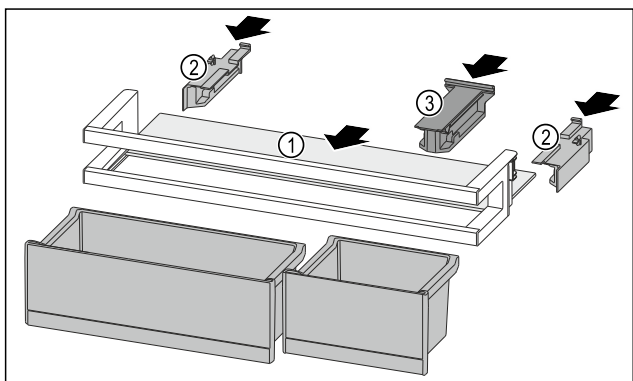

Fig. 120
- ▶ Odkládací plochu Fig. 120 (1) zasuňte do bočních vybrání.
- ▶ Boční díly Fig. 120 (2) vložte.
- ▶ Držák Fig. 120 (3) vložte.